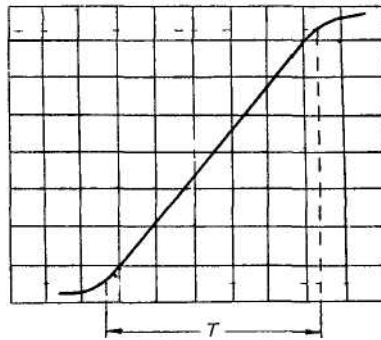

Рисунок 6 – Измерение времени нарастания
- ручкой « \leftrightarrow » совместите точку уровня 0,1 с одной из вертикальных линий шкалы экрана ЭЛТ в левой части экрана (рисунок 6).
Расстояние по горизонтали между точками сигнала на уровнях 0,1 и 0,9 равно 5,4 деления (рисунок 6). Переключатель «ВРЕМЯ/ДЕЛ.» установлен в положение «0,5μs», использована растяжка.